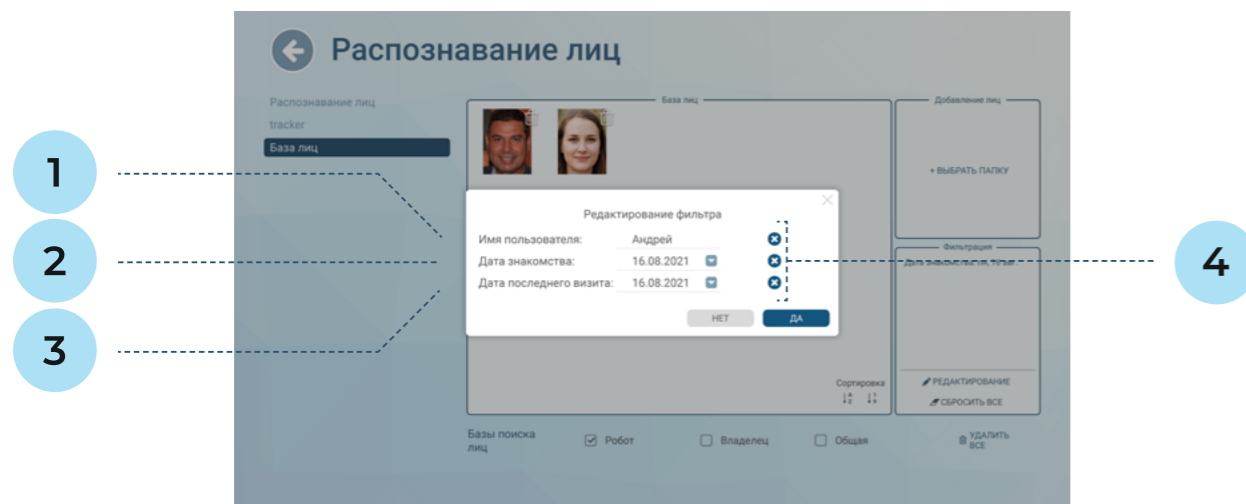

Рисунок 6.18. Редактирование фильтра отображения лиц в базе
- 7. Редактирование** — кнопка для редактирования фильтров (рис. 6.18).